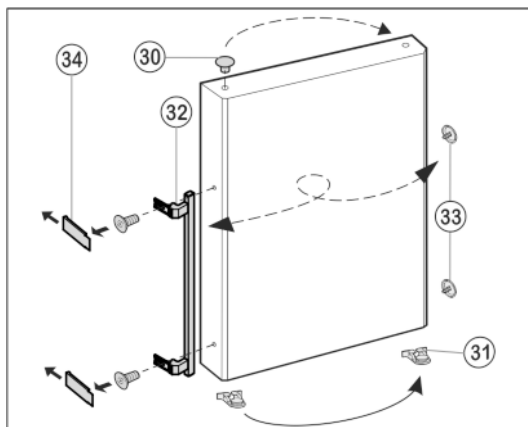

Fig. 12
- ▶ Retire el tapón Fig. 12 (30) del casquillo de cojinete de la puerta y cámbielo de sitio.
- ▶ Desmonte el tirador de la puerta Fig. 12 (32), los tapones Fig. 12 (33) y las placas de presión* Fig. 12 (34) y cámbielos al lado opuesto.